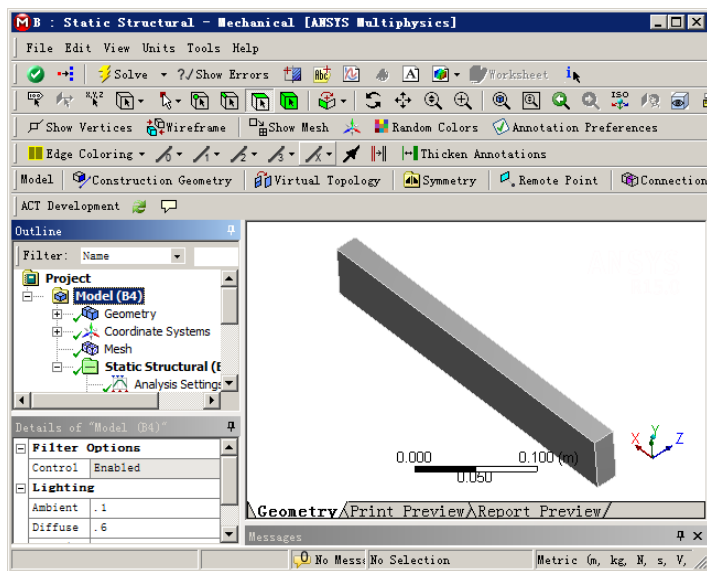

图 1-35 Mechanical 界面
**步骤 01** 双击项目管理区项目 B 中的 B4 栏 Model 项 进入如图 1-35 所示的 Mechanical 界面，在该界面下即可进行网格的划分、分析设置、结果观察等操作。